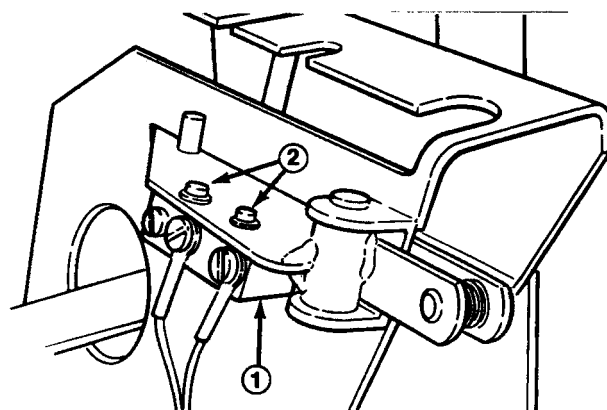

Figure 11
2. Contrôler l'interrupteur de sécurité de l'embrayage (Fig. 11) à l'aide d'un testeur de continuité ou d'un ohmmètre, et le remplacer s'il est endommagé. L'interrupteur doit être fermé lorsque le levier de changement de vitesse est engagé dans une vitesse, et ouvert lors du changement entre le point mort, la première et la seconde vitesse.